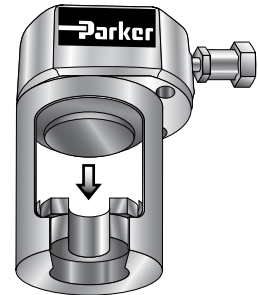

Abb. 6
2. Setzen Sie die U-förmige Mutternpressschale in den Mutternpressschalen-Adapter des Presszylinders wie in Abb. 6 gezeigt ein.